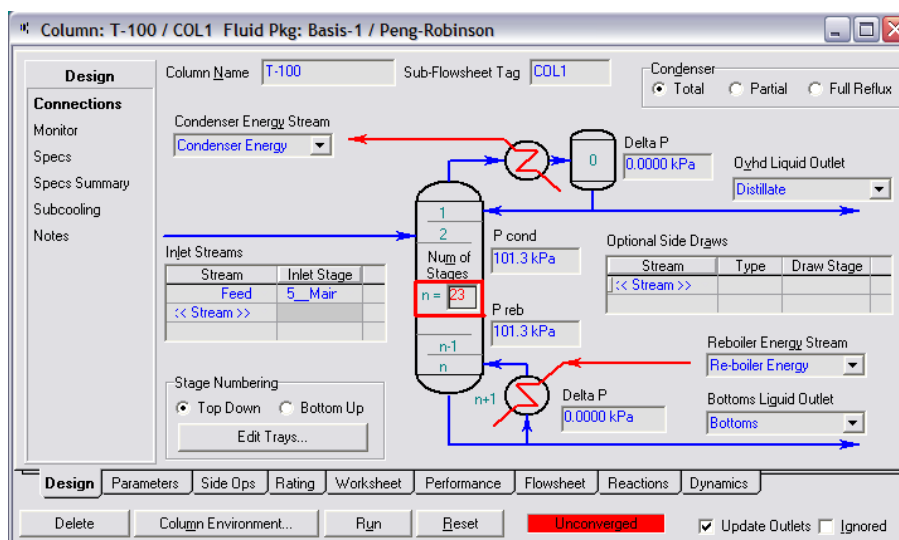

Fig.VII.6
- En cliquant sur **Done**, cela fait apparaître une fenêtre affichant toutes les données et les options de la colonne de distillation. Afin d'atteindre un distillat ultra-pur, il a été estimé que la colonne doit fonctionner avec 23 plateaux et l'alimentation entre au plateau numéro 7 (HYSYS définit par défaut le nombre de plateaux à 10 avec la charge entrant au plateau № 5). Changer le nombre de plateaux et le plateau d'alimentation comme le montre la Figure VII.6,
- Double-cliquez sur la colonne, et faire apparaître la fenêtre principale (Figure VII.6),